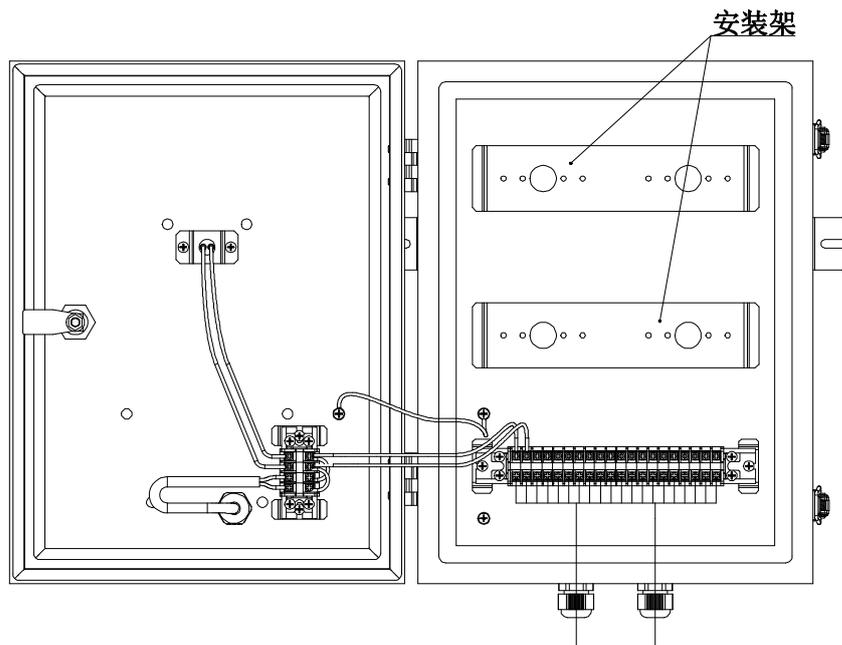
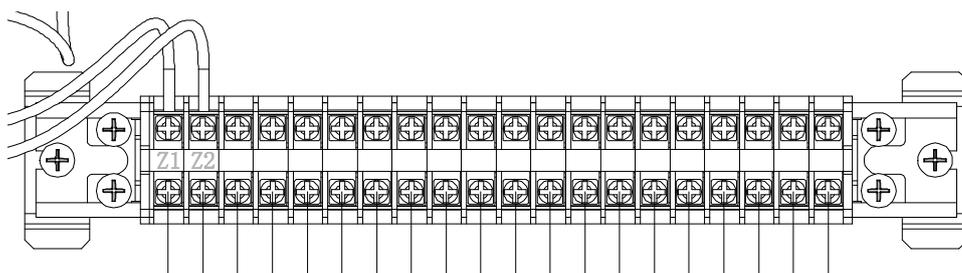

图 3-34
图 3-35
2. 报警综合盘内部接线示意图 3-34 所示。信号总线接入到 Z1Z2 端子上如图 3-35 所示, 接线端子最大电压不超过 660V, 最大电流不超过 15A。如需安装继电器或者避雷设备, 需自行配装标准导轨, 标准导轨连同继电器或避雷设备一起固定到安装架上, 内部空间最大可容纳 4 个模块。